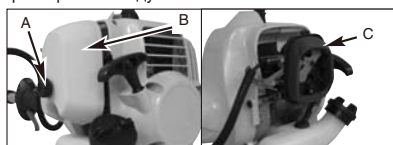

Рисунок 16
1. Отвинтите барашковый винт (А), удерживающий крышку фильтра на месте, затем снимите крышку (В) и извлеките фильтр (С) из воздушной камеры (рис. 16).